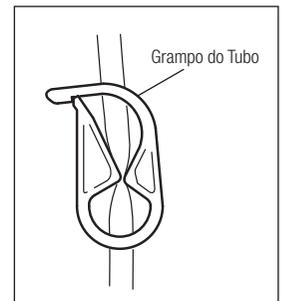

Fig. 9
- 1) Aperte o grampo do tubo situado entre a agulha de irrigação e a bomba de irrigação da forma descrita na Fig. 9.